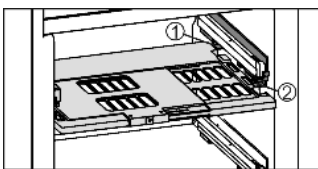

Fig. 34
▶ Установка пластины регулировки влажности: поперечные ребра крышки на пластине вставить через низ в задний держатель Fig. 34 (1) и защелкнуть спереди на держателе Fig. 34 (2).